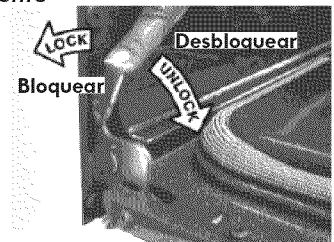

Figura 4B
2. Tire de los bloqueos de ambas bisagras (izquierda y derecha) hacia abajo desde el marco del horno completamente hacia la puerta del horno (vea la Figura 4B). Es posible que necesite una herramienta como un destornillador pequeño de cabeza plana.